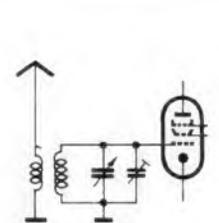

Bild 2. Induktive Antennenkopplung, Antennenspule voll angekoppelt.
a) Hochinduktive Ankopplung (Bild 2). Diese vom Heimempfängerbau her bekannte Schaltung wird auch im Autosuperbau bevorzugt verwendet, weil dabei die Antennenkapazität den Gitterkreis nur wenig verstimmt und störende Spiegelfrequenzen unterdrückt werden. Die Eigenfrequenz des Antennenkreises soll außerhalb der niedrigsten Frequenz des Bereiches liegen. Bei der geringen Eingangskapazität von 55 pF bedingt dies eine höhere Selbstinduktion und damit eine höhere Windungszahl der Antennenspule als sie sonst bei Heimempfängern üblich ist.